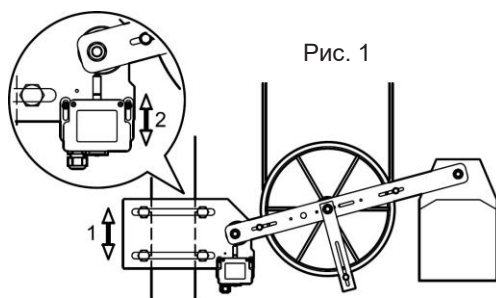

Рис. 1
- На предохранительном выключателе отрегулируйте положение крепления винтов в вертикальном направлении (Рис.1 и Рис.2, поз.2)